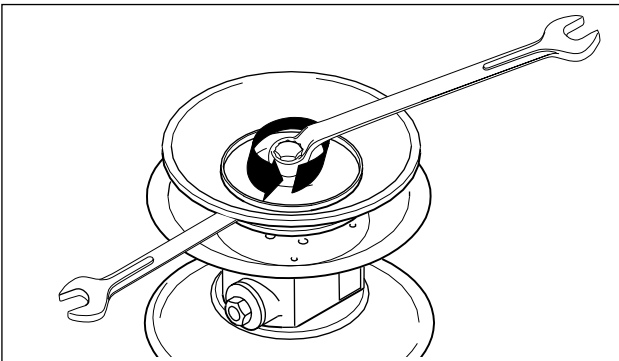
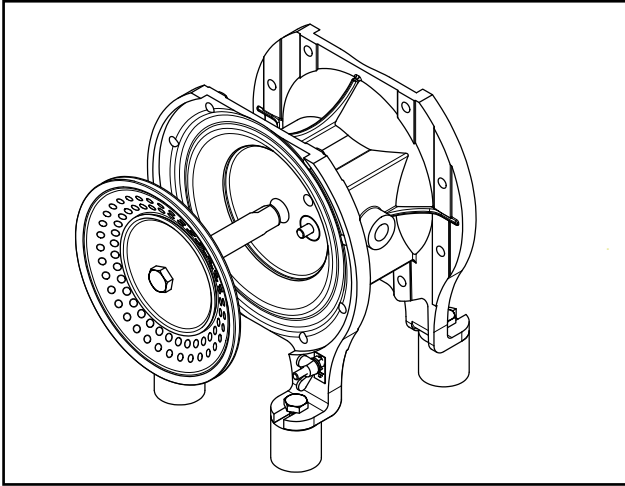

Fig. 10: Soltar el pistón. (No se aplica en el diafragma noppedE4®.)
Fig. 21: Extracción del diafragma con la varilla
- Soltar el disco exterior de la membrana y quitarlo junto con la membrana (Fig. 10).
- Soltar el disco exterior del diafragma y quitarlo junto con el diafragma (fig. 10 y fig. 21).
ver también 5.3.2.3. A diferencia de la fig. 21, soltar primero los discos del diafragma. Retirar la varilla del pistón por separado del bloque central.